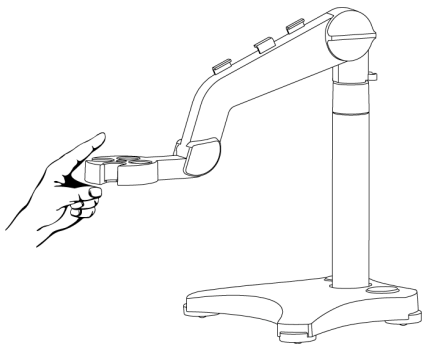
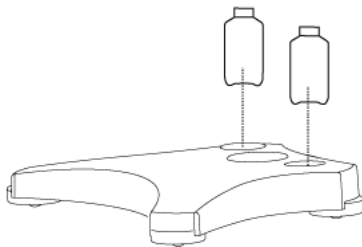

图2-3
图2-4
**说明：**旋紧旋钮到适当程度，可自由上下调节支架臂，支架臂会稳定在调节位置(如图2-3)。独立电极支架底座的两个小孔可用于放置电极保护瓶（如图2-4）。